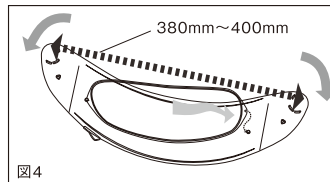
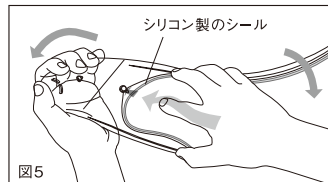

図4
図5
②-3 次にシールドを十分に開き(図4)、PINLOCK® fog-free sheet/PINLOCK® EVO lensの反対側もピンに差し込みます(図5)。